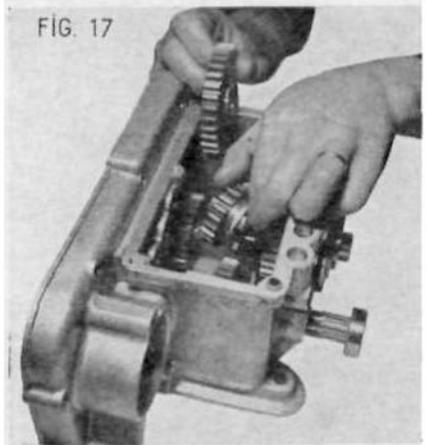

FIG. 17
- Sortir le pignon 42 puis le pignon baladeur à crabots 47 (fig. 17). Attention à la rondelle 45.
- Retirer le roulement 53 qui est resté engagé sur l'extrémité de l'arbre secondaire 48 (visible sur la fig. 17).